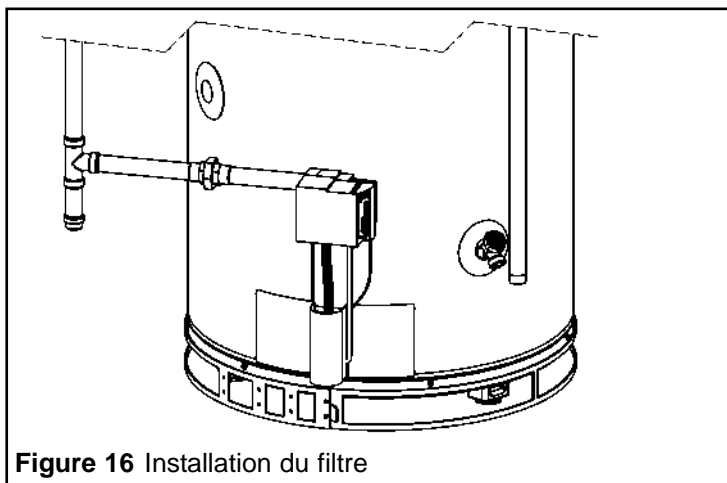

Figure 16 Installation du filtre
3. Une fois le raccordement effectué, faites légèrement glisser le filtre vers le bas afin d'assurer un bon ajustement du filtre à la fois contre la paroi du chauffe-eau et le plancher (ou le bac d'égouttement, si installé) (voir Figure 16).